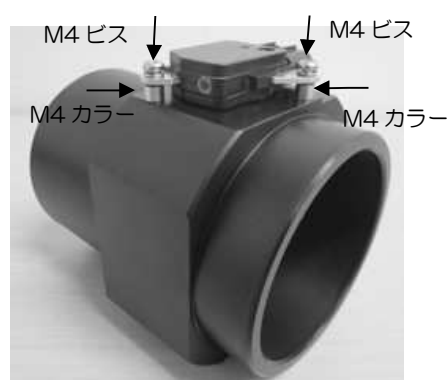

図 13
2) エアフロアダプターへ取り外したエアフロセンサを取り付けます。図 13 参照